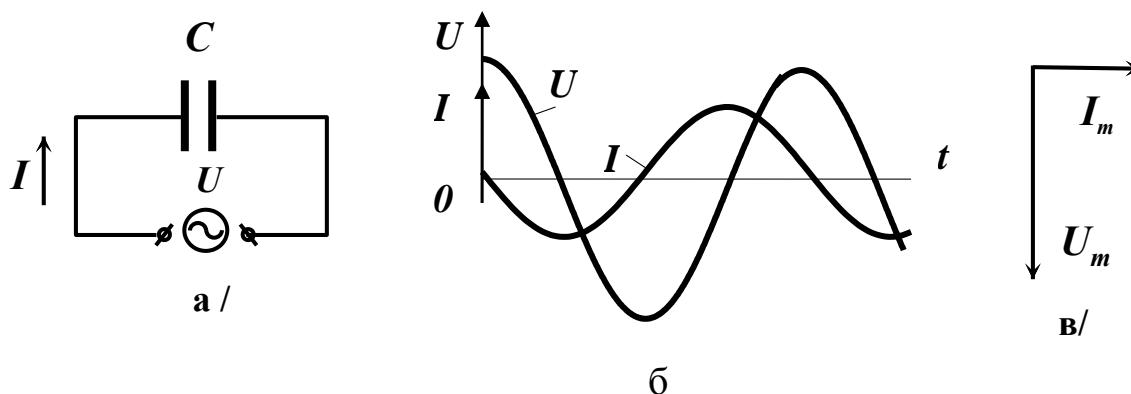

Рис. 4
Поддадим переменное напряжение (1) на емкость, как показано на рис. 4а.
называемая реактивным емкостным сопротивлением, или просто емкостным сопротивлением. Как видно из (16), для постоянного тока реактивное сопротивление конденсатора равно бесконечности. Для переменного тока сопротивление конденсатора тем меньше, чем больше частота и емкость. На рис. 4б показана зависимость мгновенных значений напряжения и тока в цепи, содержащей емкость. Из рисунка и из сравнения соотношений (1) и (14) видно, что ток, текущий через емкость, опережает по фазе напряжение на емкости на $\pi/2$. Если вектор тока направить горизонтально, то векторная диаграмма цепи, содержащей емкость, примет вид, показанный на рис. 4в.